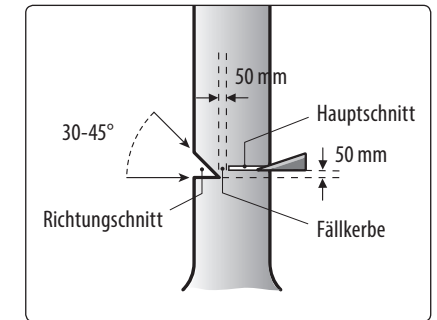

Abb. 8
5. Einen Richtungsschnitt mit einer Tiefe von 1/3 der Stammdurchmessers durchführen, und die Fällrichtung zu bestimmen (Abb. 8).
6. Den horizontalen Fällschnitt auf der gegenüber liegenden Seite zum Richtungsschnitt machen. Den Schnitt ca. 5 cm über dem horizontalen Schnitt des Richtungsschnitts führen und ca. 5 cm vor dem Richtungsschnitt beenden, um eine Fällkerbe zu machen, die als Richtungskontrolle funktioniert. Vorsicht, der Fällschnitt darf niemals die Fällkerbe erreichen (8).